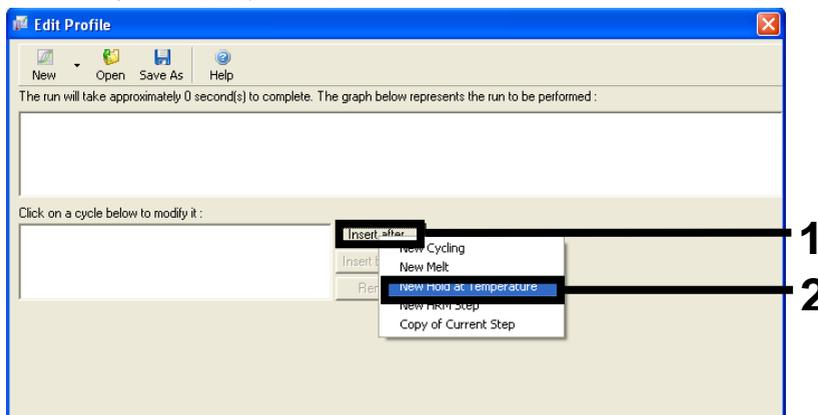

Figura 24. Inserindo uma etapa de incubação inicial. 1 = "Insert after" (Inserir após); 2 = "New Hold at Temperature" (Nova retenção à temperatura).
6. Clique em Insert after (Inserir após) e selecione New Hold at Temperature (Nova retenção à temperatura) (Figura 24).